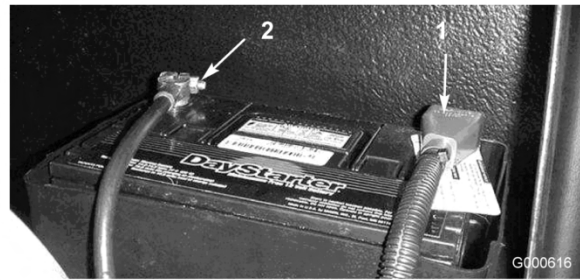

Bild 40
5. Klemmen Sie das Pluskabel (Rot) am Pluspol (+) der Batterie und das Minuskabel (Schwarz) am Minuspol (-) der Batterie an (Bild 40). Befestigen Sie die Kabel mit Kopfschrauben und Muttern an den Polen. Stellen Sie sicher, dass die Plusklemme (+) vollständig auf den Pluspol aufgezogen und das Kabel fest an die Batterie angeklemt ist. Das Kabel darf die Batterieabdeckung nicht berühren. Ziehen Sie den Gummischuh über den Pluspol, um Kurzschlüssen vorzubeugen.